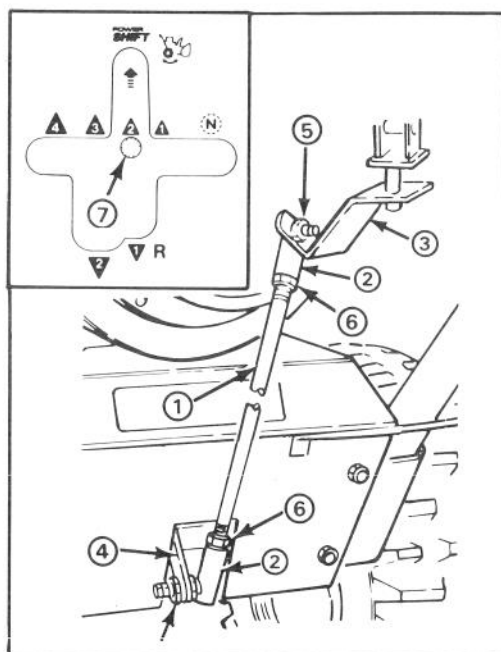

Figure 32
**Remarque:** si le levier de changement de vitesse n'est pas aligné avec la fente Power Shift sur le panneau de commande (Fig. 32, illustration